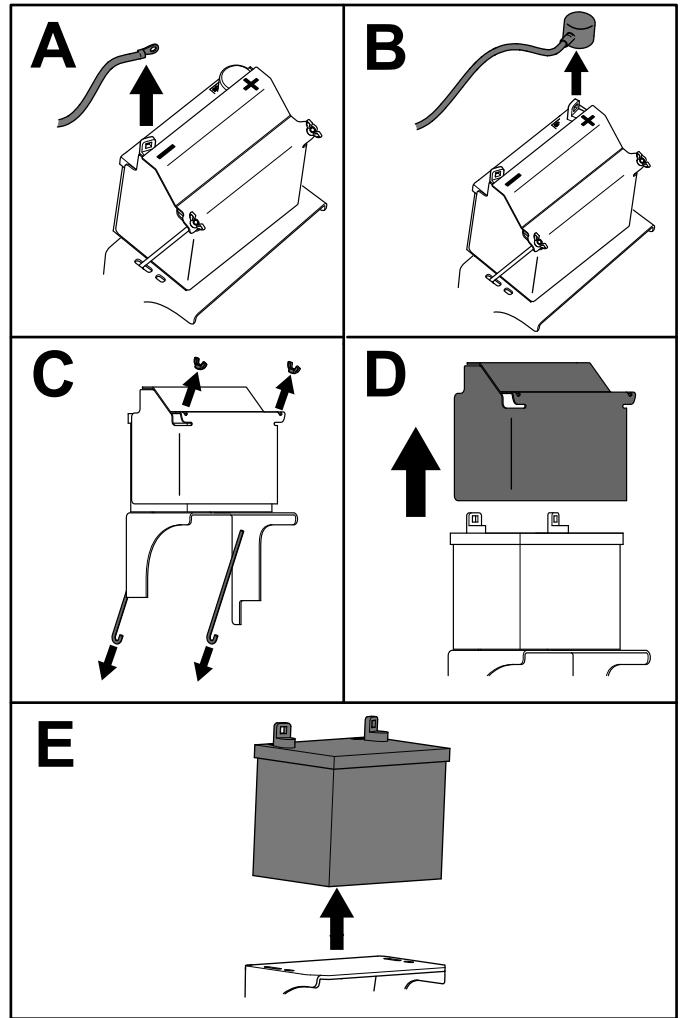

Figura 50
3. Rimuovete la batteria come illustrato nella Figura 50.